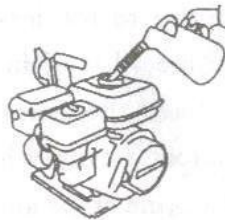

Fig. 8
- A. Quitar el tapón y controlar el nivel de combustible; si es demasiado bajo, agregar más cantidad (fig. 8).